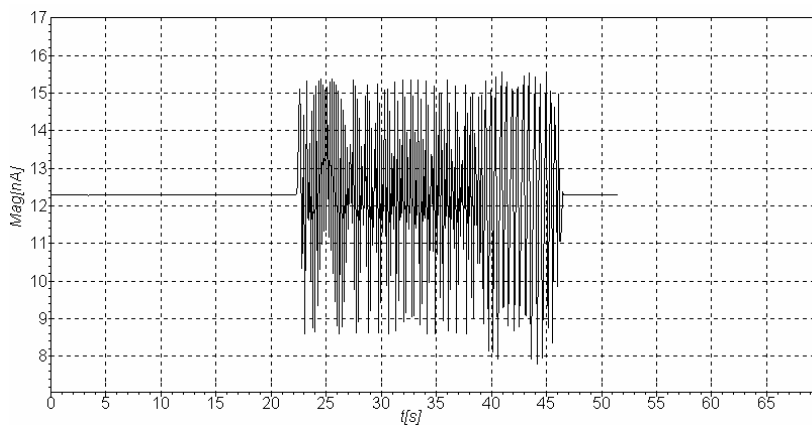

Fig. 4-25
- Определите значение коэффициента «**FB Gain**», при котором начинается генерация. Начало генерации регистрируется по резкому увеличению переменной составляющей сигнала **MAG** (Fig. 4-25).
- Determine a **FB Gain** factor value where generation begins. Beginning generation is registered as a sharp increase of the **MAG** signal variable component (Fig. 4-25).